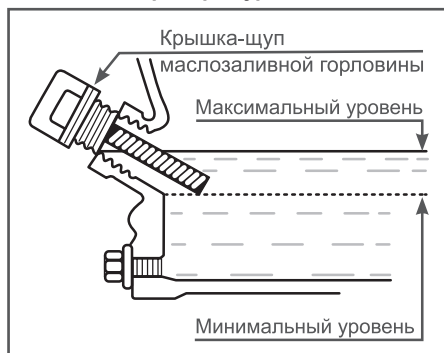

Рис. 4 Уровень масла в картере
4. Аккуратно извлеките щуп и осмотрите его. Уровень масла должен соответствовать верхней отметке на щупе. При недостаточном уровне масла в картере необходимо долить чистое масло до верхней отметки на щупе, что соответствует нижней кромке заливного отверстия (Рис. 4).
Максимальный уровень масла в картере соответствует нижней кромке маслозаливной горловины (Рис. 4).